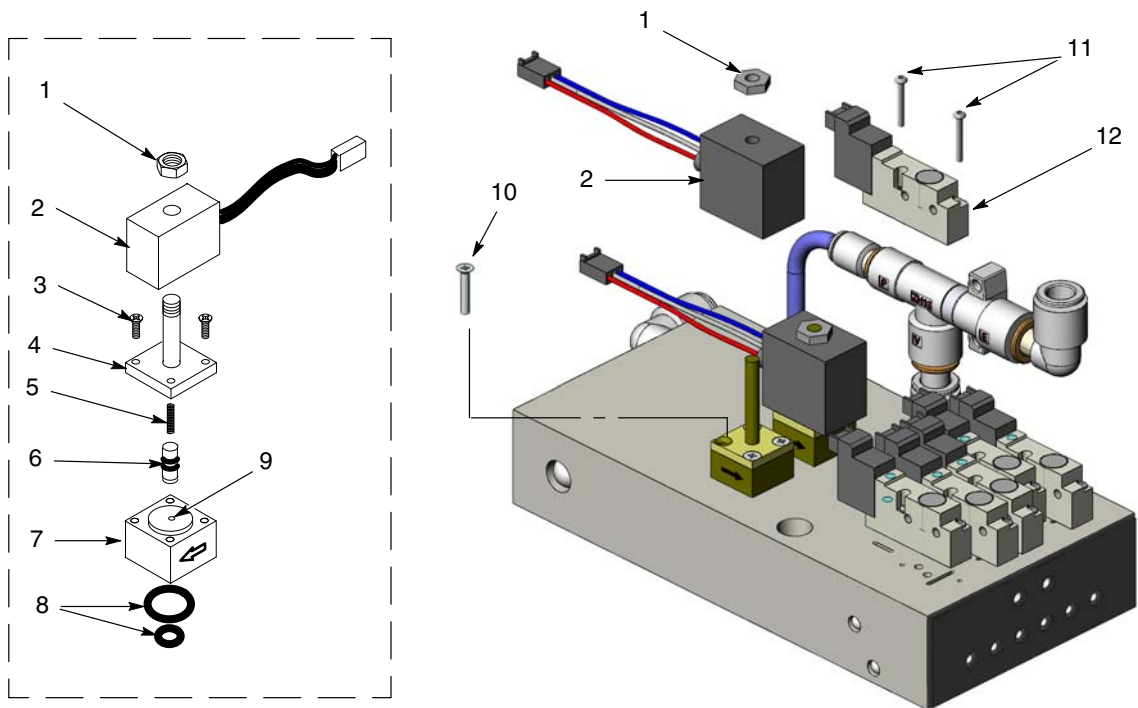

Figura 29 Reparación del distribuidor
1. Ver la figura 29. Extraer la tuerca (1) y la bobina (2) de la válvula de control de flujo.
2. Extraer los dos tornillos largos (10) para extraer la válvula de control de flujo del distribuidor.
Ver la figura 29. Retirar la válvula extrayendo la tuerca (1), la bobina (2) y los tornillos largos (10).
Ver la figura 29. Para extraer las electroválvulas, retirar los dos tornillos (11) ubicados en el cuerpo de válvulas y despegar la electroválvula (12) del distribuidor.